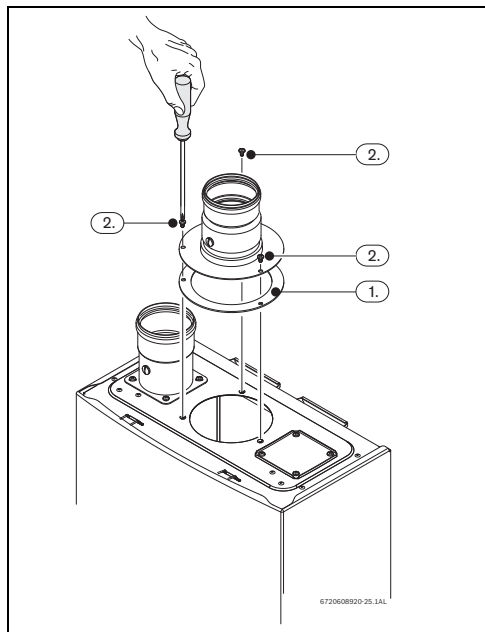

Рис. 28
- ▶ Установите прокладку между прибором и дополнительным оборудованием, Рис. 28 , поз. 1.
- Затяните 3 винта дополнительного оборудования для дымохода, Рис. 28 ,поз. 2.